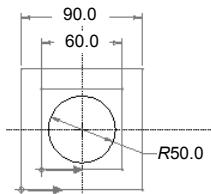

图 5.26.10 截面图形
(1) 右击，从弹出的快捷菜单中选择 **新截面** 命令。
(2) 绘制并标注草绘截面，如图 5.26.10 所示。